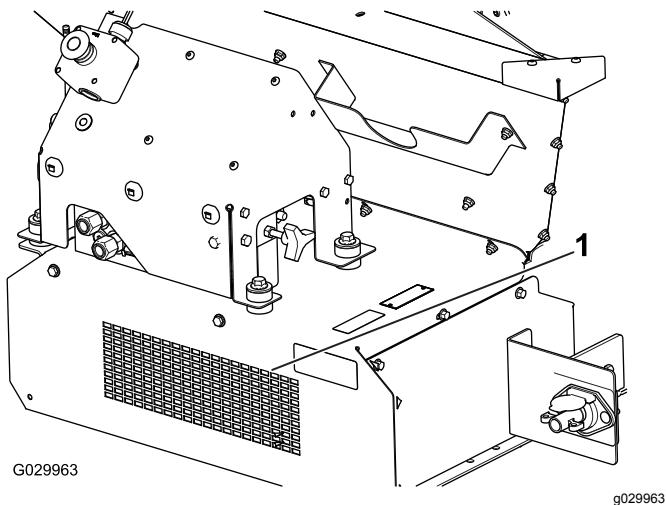

Figura 58
- Localice la pegatina de limpieza de la parte delantera de la máquina (Figura 57) y, con una manguera de jardín, pulverice a través de la rejilla delantera hasta eliminar cualquier resto de material del suelo interior (Figura 58).